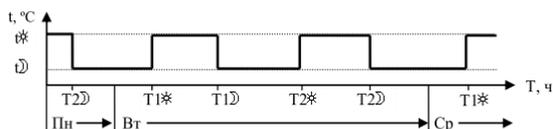

Рисунок 10 - Временной (недельный) график
7.6.1 В режиме “Программа” возможна установка для каждого дня недели до двух периодов, состоящих из начала и конца времени действия уставки температуры  $t_{\text{н}}^*$  “Норма” и  $t_{\text{д}}^*$  “Ниже” (см. рисунок 10).